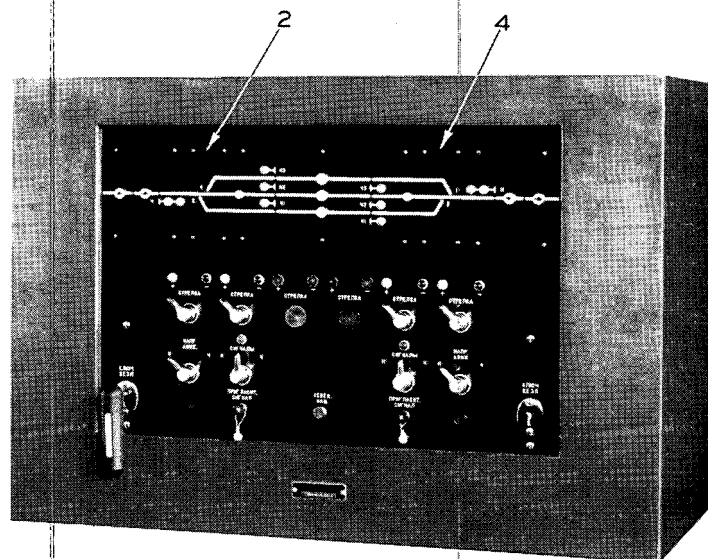
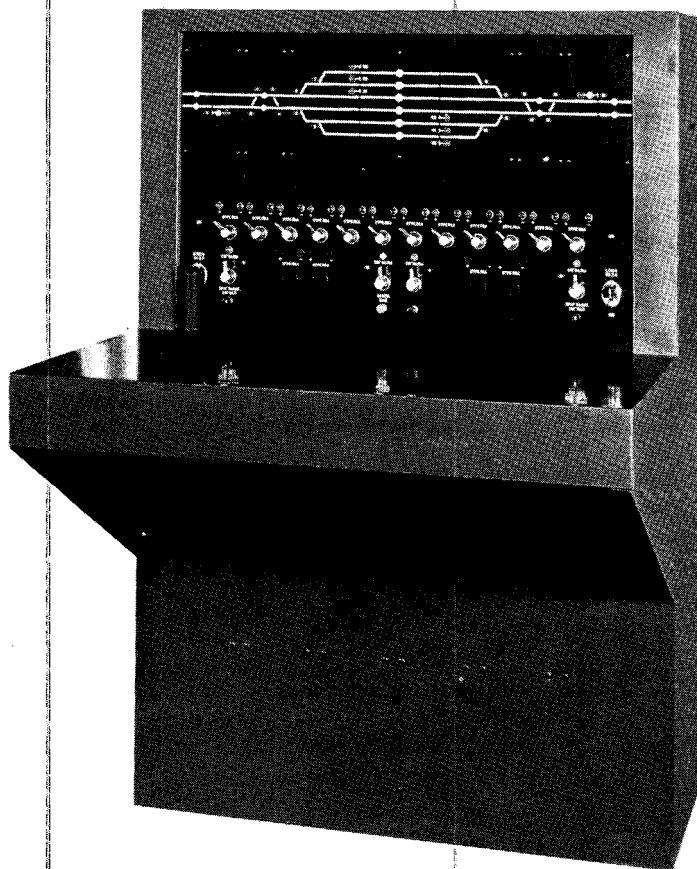

Рис. 1. Станционный аппарат настольного типа —
Рис. 4. Станционный аппарат нормального типа — для станций
Аппараты разработаны двух типов: настольного, см рис. 1, малого размера, — для **однопутных линий** и нормального типа, см. рис. 4, устанавливаемого непосредственно на полу, — для **двухпутных линий**.
Аппарат настольного типа (рис. 1, 2 и 3) сконструирован для трех и четырехпутных станций однопутных линий. Табло аппарата состоит из отдельных съемных секций. На обеих сторонах секций выгравированы пути. Поворачивая секции одной или другой стороной можно подобрать любое расположение стрелок на трехпутной станции. Типовое расположение путей для табло станционных аппаратов показано на листе 302 альбома чертежей и схем, — приложение к описанию № 579R.
Аппарат нормального типа (рис. 4, 5 и 6) сконструирован для четырех и шестипутных станций двухпутных линий. Табло для этих аппаратов на заводе не гравировалось. Чтобы получить белую линию пути необходимо снять в этом месте верхний черный слой.
**1. Табло (рис. 1)**
Секции 2 и 4, рис. 1, гравированы на обеих сторонах и могут быть повернуты на  $180^\circ$  в горизонтальной или вертикальной плоскости для получения необходимых комбинаций. Номерные кнопки могут быть перемещены как и на табло аппарата нормального типа.
**5. Рукоятки направления движения (рис. 1)**
Аппарат изображенный на рис. 1 не имеет запасных рукояток.